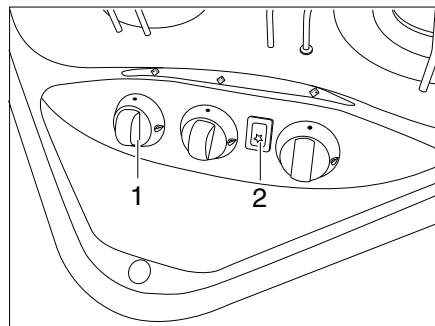
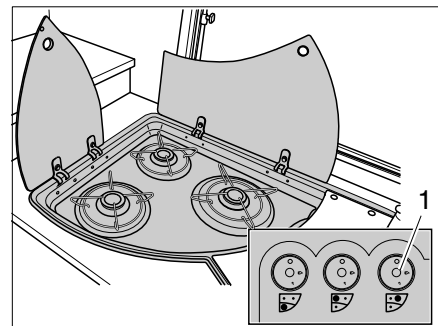

Fig. 127 Boutons de commande pour le réchaud à gaz
Fig. 128 Variante: Boutons de commande pour le réchaud à gaz
- Tourner le bouton tournant (Fig. 127,1 ou Fig. 128,1) du brûleur désiré en position d'allumage (grande flamme).
- Si une touche d'allumage (Fig. 127,2) est présente: Générer une étincelle en appuyant sur la touche d'allumage.